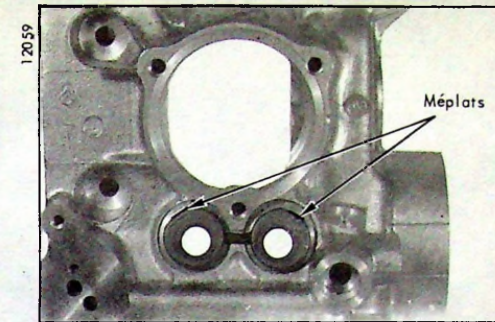

Fig. 7 : Sur les moteurs M28 et M28: 1,orienter les méplats vers le haut
**ATTENTION :** Lors du montage des joints et de leurs coupelles, il faut orienter les méplats vers le haut (voir figure 7 ).